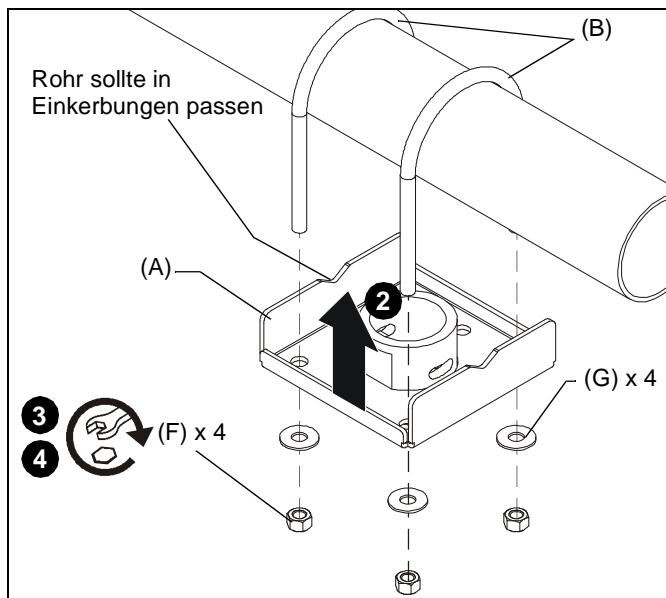

Abb. 2
HINWEIS: Stellen Sie bei der Montage der Auslegerplatte (A) an das Rohr sicher, dass das Rohr in die Einkerbungen der Platte passt. (Siehe Abb. 2)
3. Montieren Sie locker die 3/8"- Muttern (F) und die 3/8"- Unterlegscheiben (G).
4. Richten Sie die Halterung aus und ziehen Sie die Muttern (E) fest. (Siehe Abb. 2)